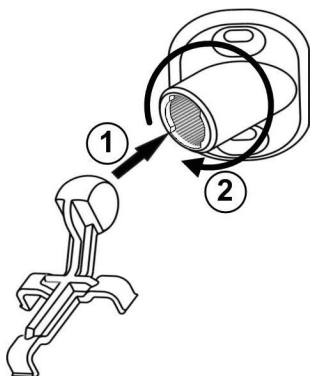

Рис.10 Схема соединения кронштейна и держателя
8. Соедините части кронштейна и поверните основание сигнализатора в нужное положение (см.рис.10).